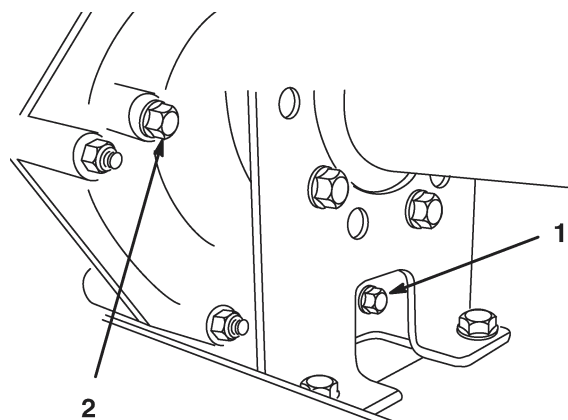
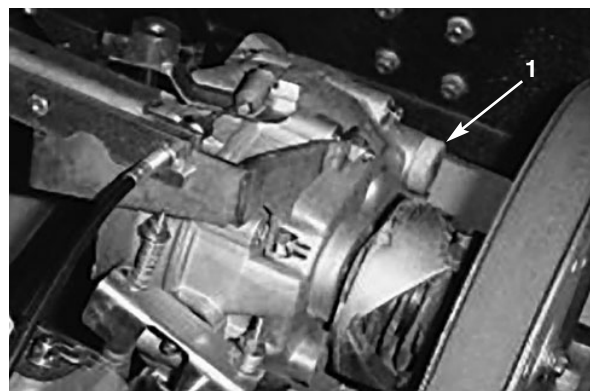

Figure 30
Figure 31
3. Versez environ 1,4 l d'huile moteur SAE 10W30 dans le réservoir (Fig. 31) ou faites l'appoint jusqu'à ce que le niveau atteigne le bas du trou d'indication de niveau (Fig. 30).
2. Enlevez le bouchon de vidange sur le côté droit du réservoir (Fig. 30) et laissez l'huile s'écouler dans un bac de vidange. Revissez le bouchon de vidange en place lorsque toute l'huile s'est écoulée.